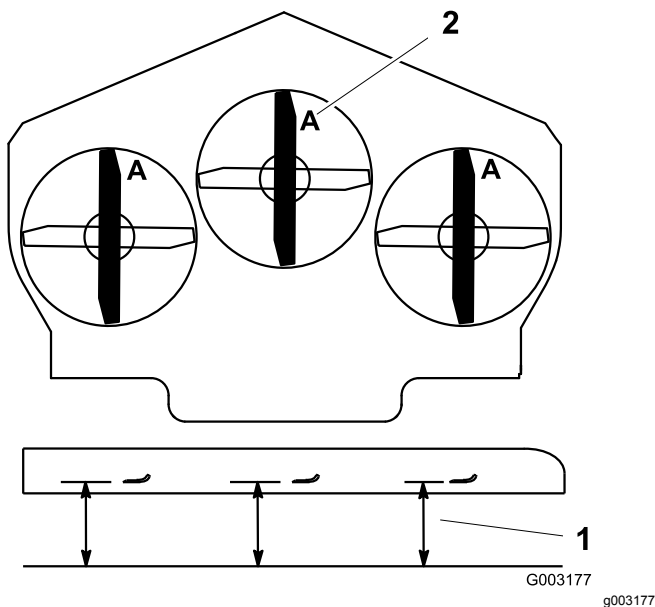

**Figura 96**
1. Inspeccione los filos de corte (Figura 96).
4. Si observa fisuras, desgaste o la formación de una ranura en esta zona, instale de inmediato una cuchilla nueva (Figura 96).